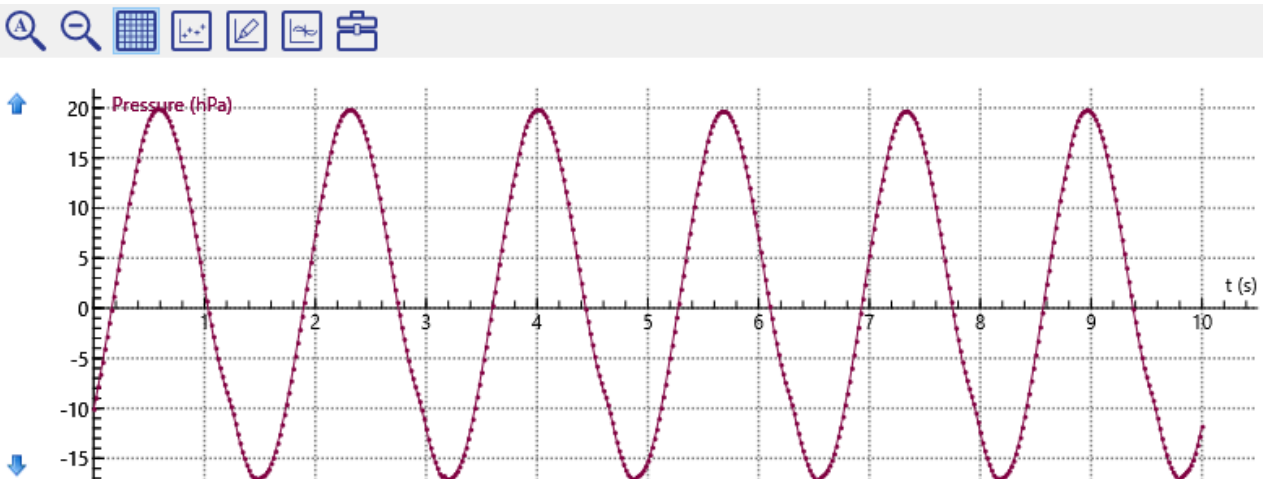

Fig. 1 Andamento della pressione nel motore Stirling D
- Analizzare la curva di misurazione (fig. 1).